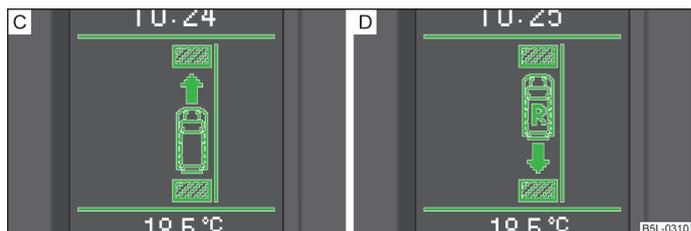

Fig. 123 Display informazioni: Avvertenza per l'inserimento della marcia avanti  o della retromarcia
- Nel caso in cui non si possa parcheggiare in una mossa, proseguire la manovra di parcheggio con altre operazioni. Quando sul display informativo si accende la freccia in avanti  » fig. 123, inserire la 1ª oppure portare la leva di selezione in posizione **D**.
- Quando sul display informativo si accende la freccia indietro  » fig. 123, inserire nuovamente la retromarcia oppure portare la leva di selezione in posizione **R**.